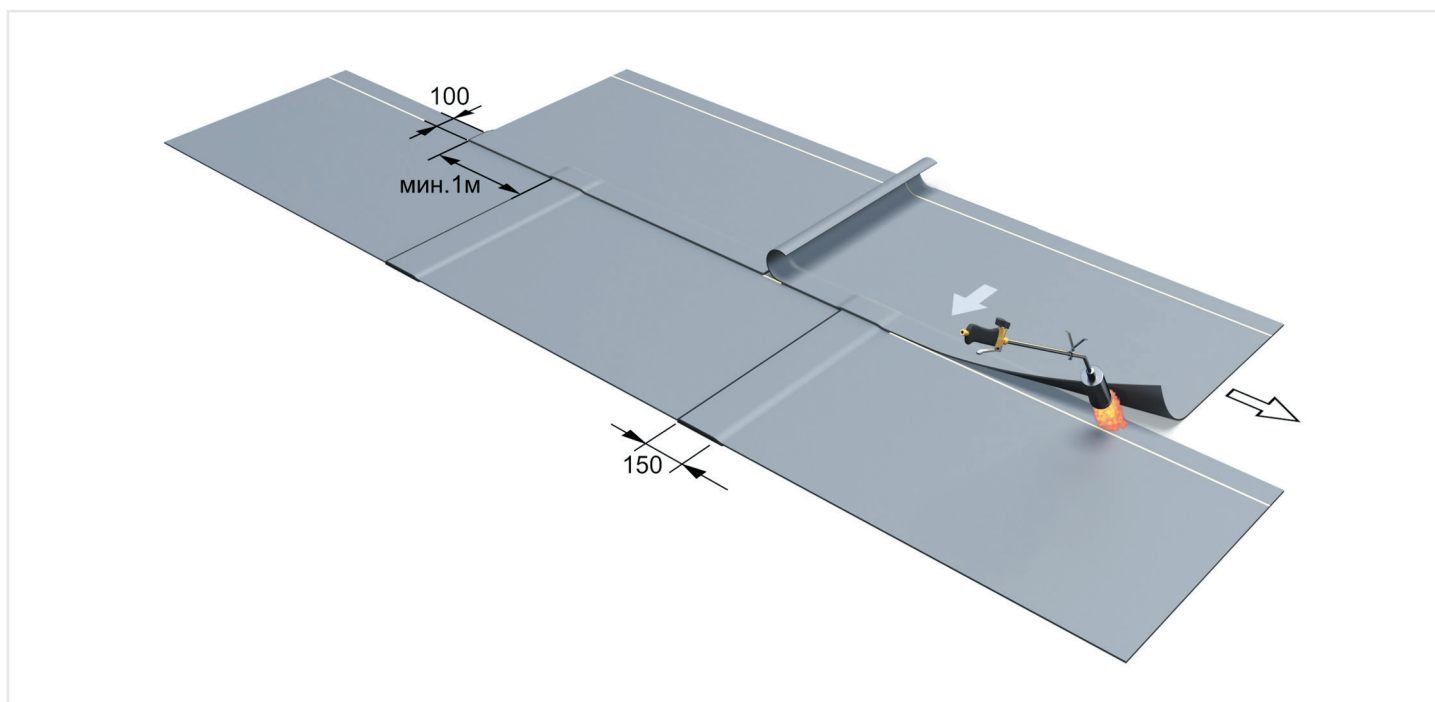

Рисунок 46 - Укладка следующего ряда полотен
5.7.4.7 Выполняется сварка продольных швов с помощью газовой горелки (Рисунок 46). Для материалов УЛЬТРАДРАЙВ / УЛЬТРАНАП перед сваркой продольных швов удаляются антиадгезионные пленки. Рекомендуется использовать прикаточный ролик для обеспечения выплава в зоне шва